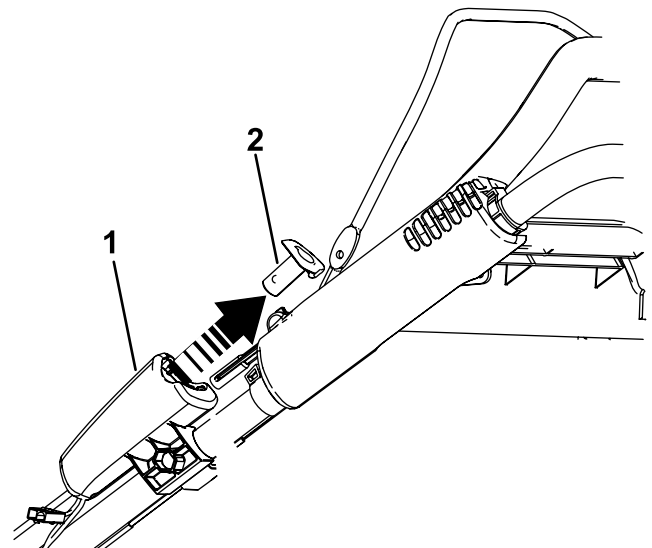

Figure 21
1. Retirez le bouton du démarreur électrique (Figure 21).